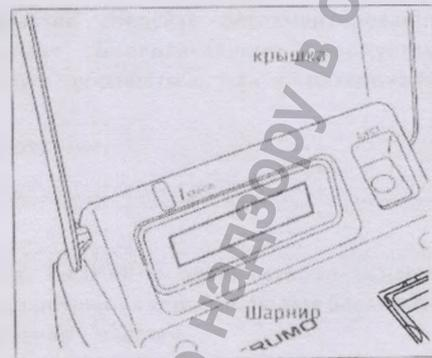

Рис. 18
2. Для того, чтобы заново установить крышку, опустите ее, удерживая в вертикальном положении, на гнезда дверных петель, расположенные сверху на задней стороне TSCD®-II (См. рисунок 18).